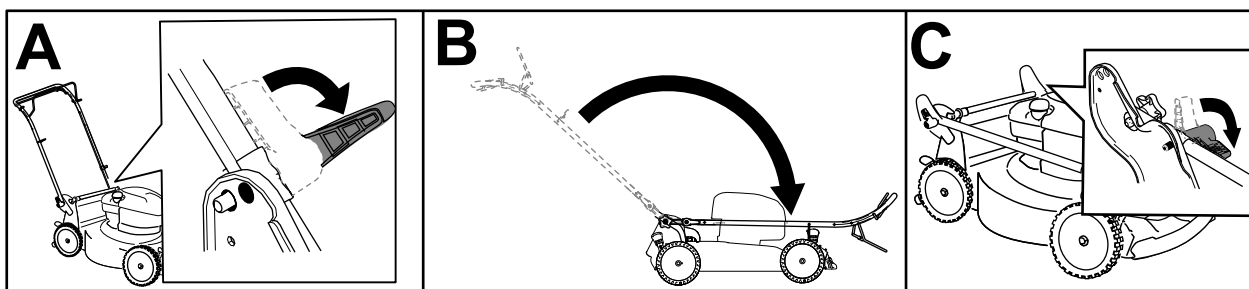

Figure 18
3. Désengagez les verrous du guidon (A de la Figure 18).
4. Rabattez le guidon complètement en avant (B de la Figure 18).
5. Engagez les verrous du guidon (C de la Figure 18).